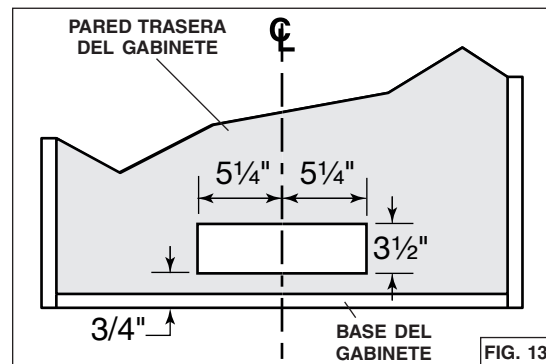

FIG. 13
8. Corte el orificio para la salida horizontal a través de la pared trasera del gabinete usando las dimensiones indicadas. (FIG. 13).